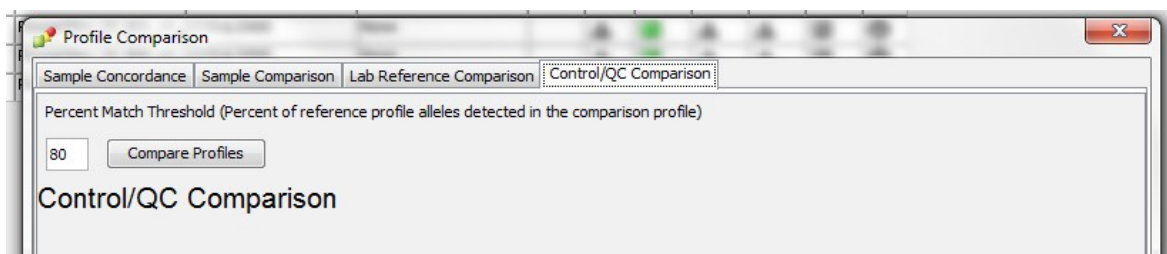

Figura 54. Pestaña "Control/QC Comparison".
**7.18.5** La pestaña "**Control/QC Comparison**" permite comparar los perfiles genéticos obtenidos de los controles analizados en el proyecto estudiado con los perfiles de referencia utilizados como muestras control por el laboratorio y por las casas comerciales, el porcentaje de comparación de coincidencia esta previamente definido en un 80%. Dele click en el icono "**Control/QC Comparison**" (ver figura 54).